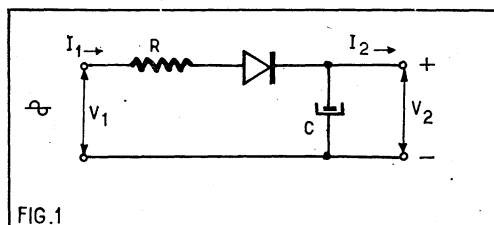

FIG. 1
La figure 1 montre l'emploi d'un tel redresseur dans le montage classique de redressement d'une seule alternance. La diode peut être, par exemple, une OA210 de La Radiotechnique. Pour une tension efficace du secteur de 127 V (V1), avec une résistance de protection de 4  $\Omega$  (R), un condensateur de filtrage (C) de 200  $\mu$ F, on obtient une tension de sortie redressée (V2) de 150 V sous 500 millis, ou de 170 V sous 100 millis. C'est largement suffisant pour alimenter un récepteur et l'encombrement de l'alimentation est surtout celui de l'électrochimique.
Revenons à notre figure 1. Comme nous ne redressons qu'une alternance, nous pou-
Si la tension alternative d'entrée est supérieure à celle admissible par la diode, il suffit de mettre plusieurs diodes en série. Reprenons par exemple, le montage de la figure 1, mais, au lieu d'une seule diode OA210 supposons-en deux en série. Réduisons la valeur du condensateur de filtrage à 100  $\mu$ F. Portons celle de la résistance de protection à 7  $\Omega$ . On pourra appliquer une tension d'entrée efficace de 220 V et obtenir pour V2 une tension de 255 V sous 500 millis ou de 270 V sous 100 millis.